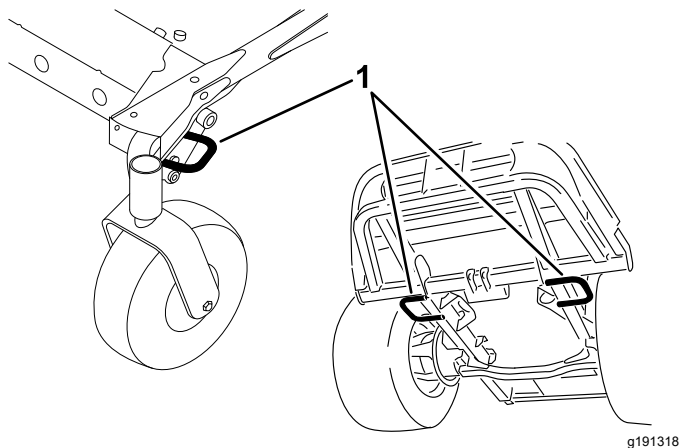

Figura 62
5. Utilice los puntos de amarre de la máquina para sujetarla firmemente al remolque o al camión con correas, cadenas, cables o cuerdas (Figura 62).